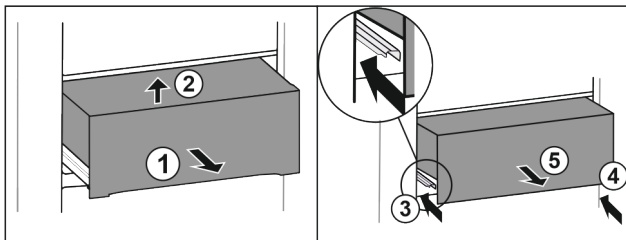

Fig. 28*
- ▶ Витягніть ящик на половину Fig. 28 (1).*
- ▶ Підняти вперед Fig. 28 (2).*
- ▶ Вставити ліву рейку Fig. 28 (3).*
- ▶ Вставити праву рейку Fig. 28 (4).*
- ▶ Вийняти висувний ящик рухом вперед Fig. 28 (5).*